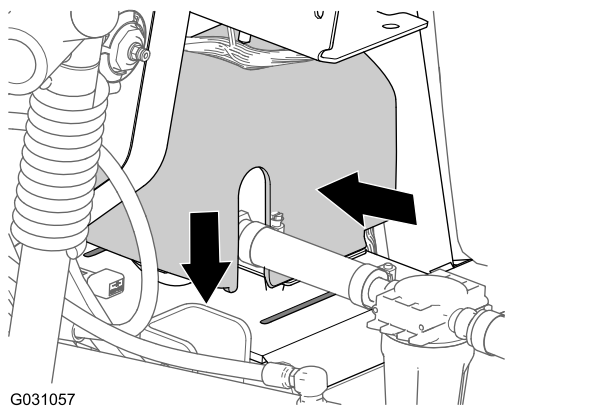

Figura 187
2. Alinee la tapa de la bomba de enjuague sobre la placa base de la bomba de enjuague (Figura 187).
3. Presione los lados de la tapa de la bomba de enjuague y alinee las pestañas de la tapa con la placa base (Figura 187).
4. Introduzca las pestañas en las ranuras y suelte los lados de la tapa (Figura 187).